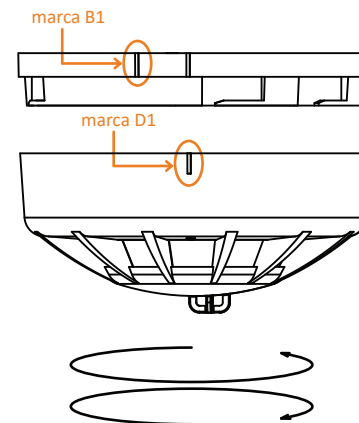

Figura 1
Passo 1: Rotacione o detector para qualquer sentido até que a marca D1 (detector) esteja alinhada com a marca B1 (base), indicada na figura 1.